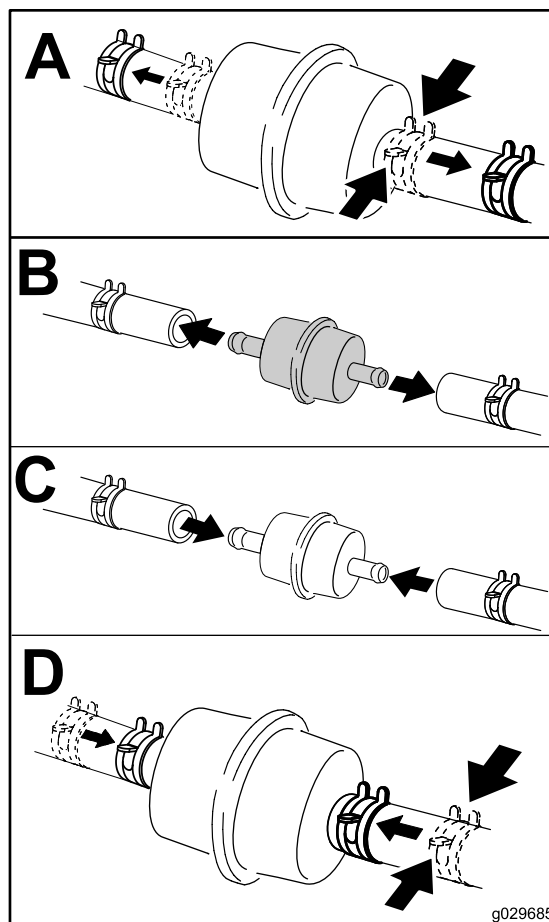

Bild 42
6. Stellen Sie einen sauberen Behälter unter den Kraftstofffilter und tauschen Sie den Kraftstofffilter aus, wie in Bild 42 abgebildet.